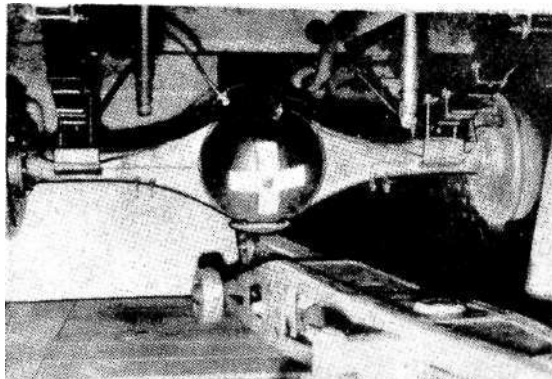

Bild 4-326
14. Achse nach unten ablassen und seitlich herausführen (Bild 4-326)